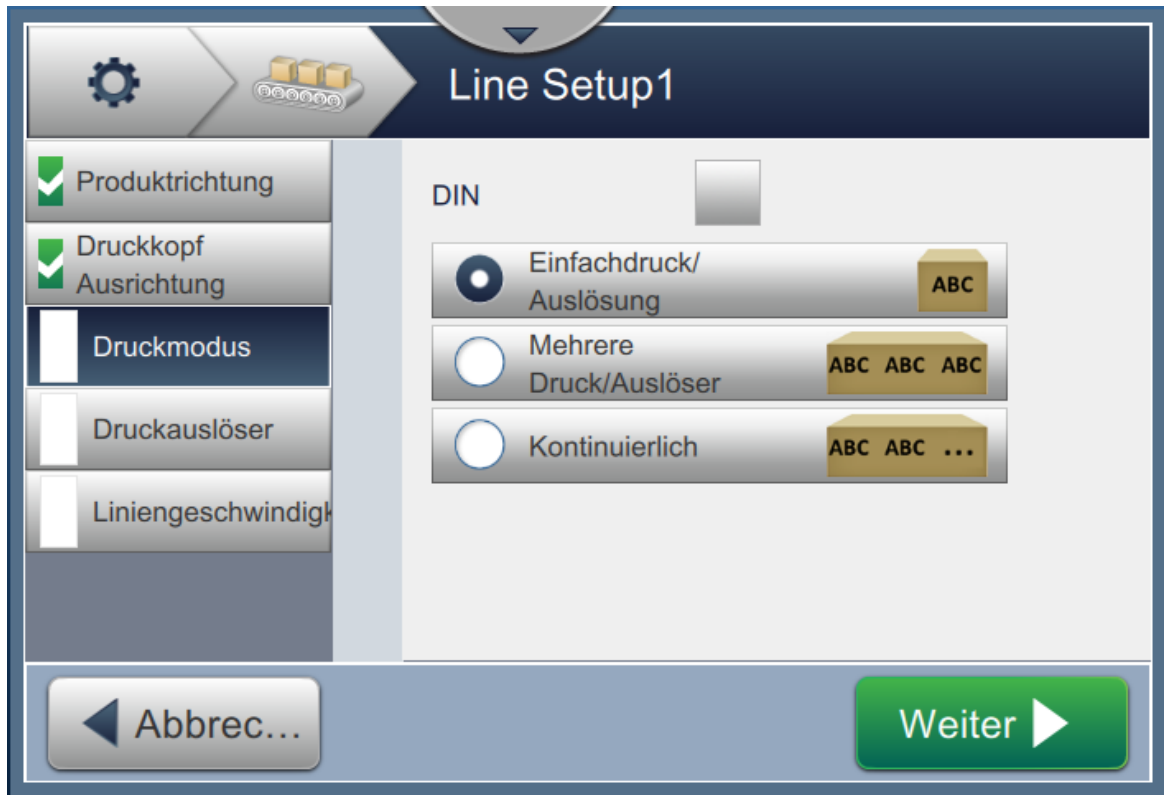

Abbildung 6-29: Linieneinrichtung – Druckmodus
1. Berühren Sie den *Druckmodus* auf dem Bildschirm für die Einstellungen zur Linieneinrichtung, wie dargestellt in Abbildung 6-29.
1. Wählen Sie die Option *Mehrfach*, wie dargestellt in Abbildung 6-29. Berühren Sie die  Schaltfläche.
1. Wählen Sie die Option *Kontinuierlich*, wie dargestellt in Abbildung 6-29. Berühren Sie die